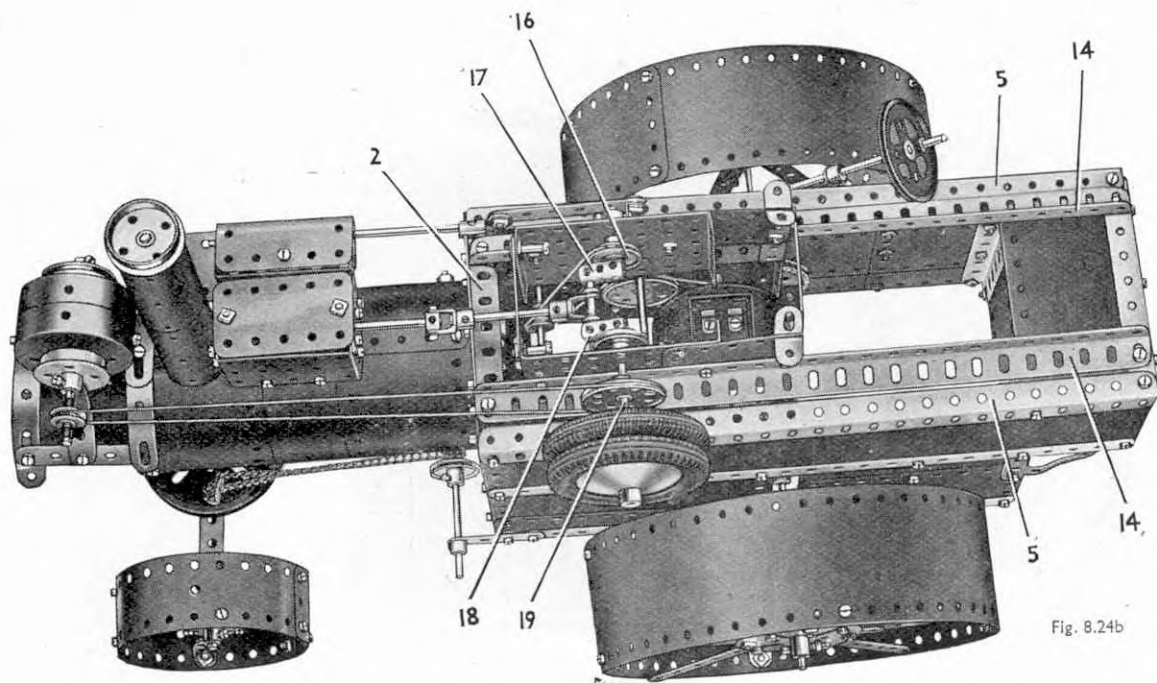

Fig. 8.24b
Les supports du vilebrequin sont deux plaques à rebords de 9×6 boulonnées aux cornières 14. Une tringle de 4 cm, munie de deux poulies de 25 mm. 15 et 16 (Fig. 8.24b) passe dans l'une des plaques à rebords, et est fixée dans un accouplement pour tringles 17. Cet accouplement est relié par une autre tringle de 4 cm. à un second accouplement 18 qui est fixé sur une tringle de 9 cm. (19) passée dans la seconde plaque à rebords. La tringle 19 porte une poulie de 38 mm. et deux poulies de 50 mm. munies de pneus et qui représentent le volant d'entraînement. Une courroie de transmission passe sur une poulie de 12 mm. montée sur la tringle 12 et sur la poulie de 25 mm. 16 montée sur le vilebrequin.